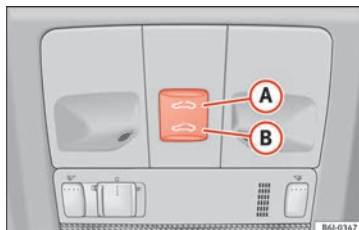

Fig. 9 Dans le ciel de pavillon : commandes du toit panoramique.
- Ouverture : appuyez une seule fois sur le bouton »  fig. 9 A. Si vous maintenez le
- Fermeture : appuyez une seule fois sur le bouton »  fig. 9 B. Si vous maintenez le bouton enfoncé, il se ferme jusqu'à la position désirée.